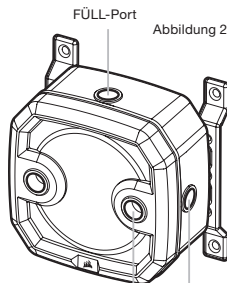

Abbildung 2
2. Es ist zwingend erforderlich, dass der vordere linke Port als der OUTLET Port und jeder andere untere Port als Inlet verwendet wird. Der empfohlene INLET(Return)-Port ist auf dem Bild unten markiert. Optional können Sie den oberen G1/4-Port mit integriertem Rohr auch als einen INLET(Return)-Port verwenden (Abbildung 2 und 3).
3. Setzen Sie den CORSAIR G1/4 Temperatursensorstecker (F) in den G1/4-Port an der Unterseite des Geräts ein. Installieren Sie den Temperatursensor nicht an einem der oberen Ports.
4. Schließen Sie die verbleibenden drei (3) offenen (unbenutzten) Ports mit den mitgelieferten CORSAIR G1/4-Steckern und ziehen Sie diese mit einer Münze (Plug Tool) (L) fest. Verwenden Sie keinen Schraubendreher, da dies die Oberfläche der Stecker beschädigen kann.